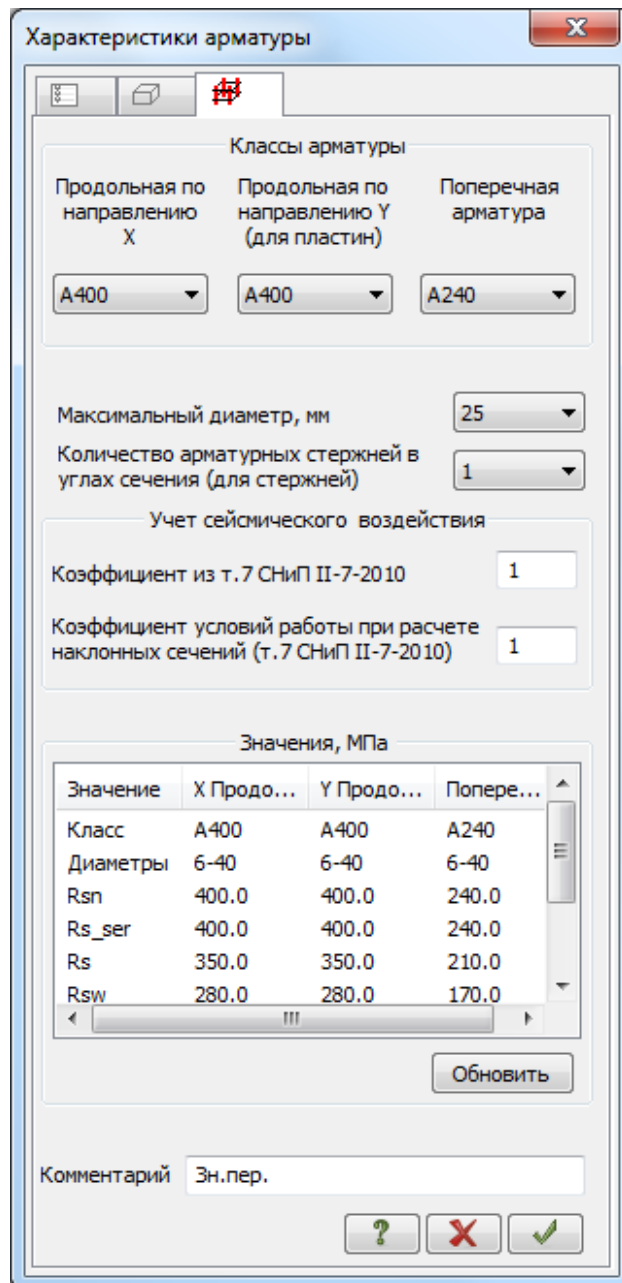

Рис.18.6. Диалоговое окно **Характеристики арматуры**
- На экран выводится диалоговое окно **Характеристики арматуры** (рис.18.6), в котором в раскрывающемся списке **Поперечная арматура** выберите класс A240, а в строке **Максимальный диаметр арматурных стержней** выберите строку соответствующую диаметру арматуры 25 мм.